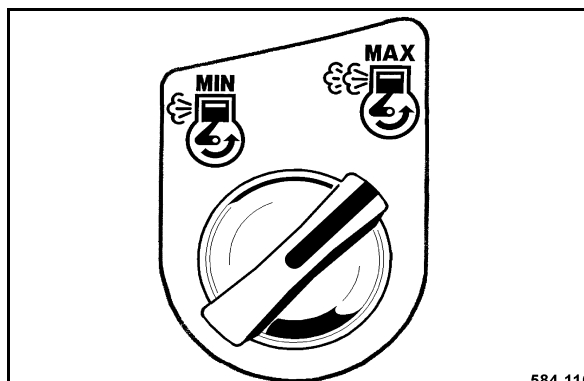

Fig. 95
- Tourner l'interrupteur rotatif du régime du moteur (Fig. 95) sur position "MAX".